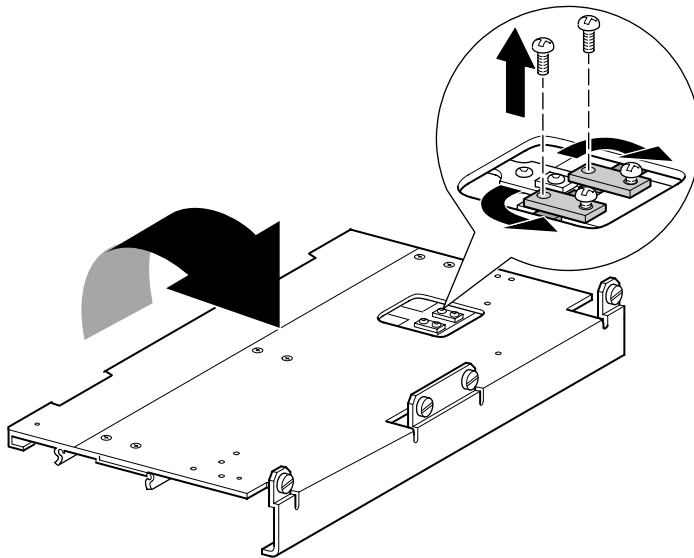

図2-12: ベルト ブロック ブラケット アクセス カットアウト
3. PTMを裏返して、ベルト ブロック ブラケット アクセス カットアウトにアクセスします(図2-12を参照)。
4. 2つのベルト ブロック ブラケットのそれぞれからネジを1本取り外します。もう1本のネジを緩めて、各ベルト ブロック ブラケットを脇によけて、ドライブ ベルトにアクセスできるようにします(図2-12を参照)。